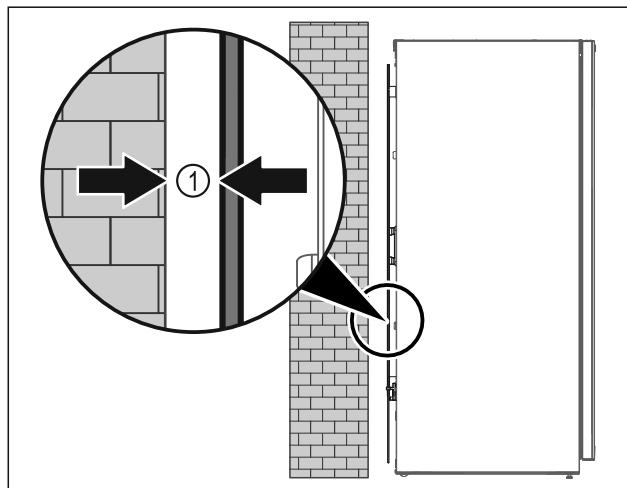

Fig. 5
- Uredaj je moguće postaviti ili slobodno u prostoriji ili izravno na zid na najmanjoj udaljenosti od 5 mm Fig. 5 (1).